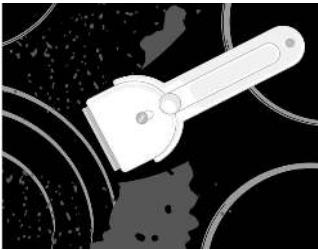
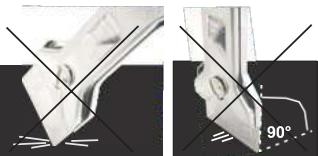

рис. 4
рис. 5
- Сахар и сладкие блюда могут сильно повредить стеклокерамическую поверхность (рис. 5), поэтому во избежание повреждения поверхности немедленно удаляйте их с помощью скребка, даже если варочная поверхность еще не остывла (рис. 4).